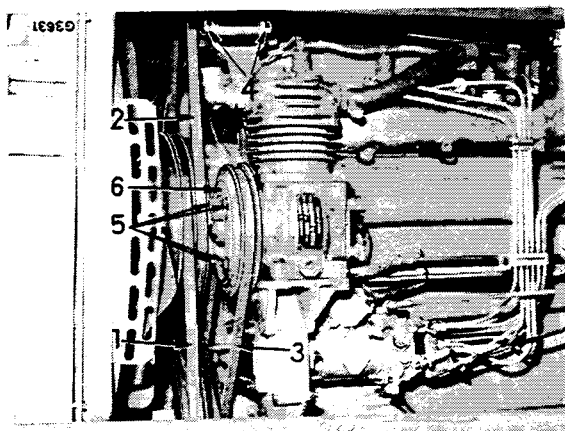

Figure 80
COURROIE DE VENTILATEUR (1) Fig. 80
COURROIE D'ALTERNATEUR (2) Fig. 80;
- Desserrez les vis (4) et la vis du bras de tension.
- Resserrez dans l'ordre la vis du bras de tension et les vis (4).
COURROIE DE COMPRESSEUR (3) Fig. 80